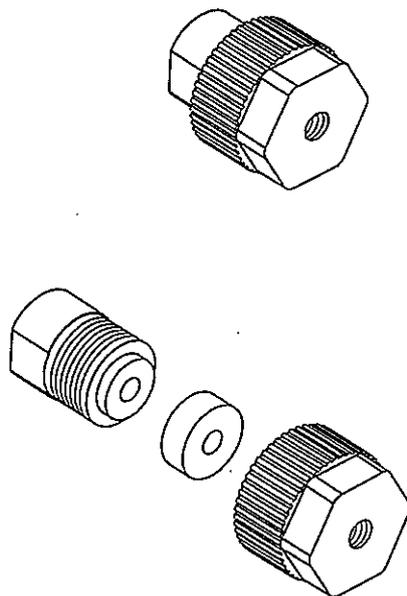

図9-13 ラインフィルターの分解
- (1) ラインフィルターに接続されている配管を外し、横方向にスライドさせてホルダーより取り外します。
- (2) ラインフィルター本体をスパナで開け、内部のフィルターを取り出します。(図 9.13)
- (3) 新しいフィルターを入れ、本体を元通りにスパナで締め付けます。
- (4) 配管を元通りに接続し、ホルダーに固定します。このとき、溶離液送液方向とラインフィルター方向に注意してください。ラインフィルターの細い部分（内部に空間がある部分）を上流側に、太い部分を下流側になるようにします。